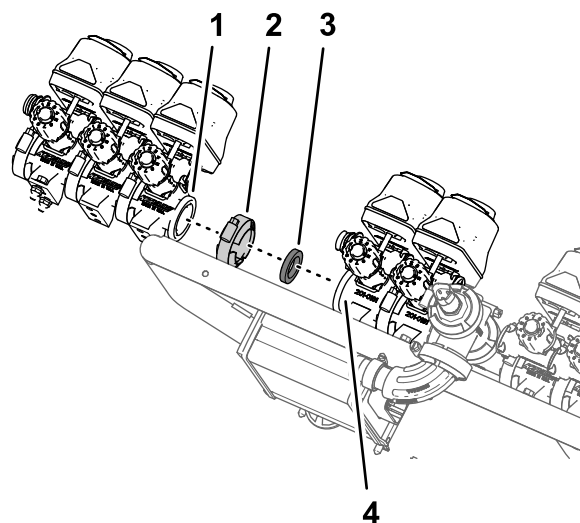

Рисунок 105
1. Установите 3 клапана секций (Рисунок 105), снятых при выполнении пункта 8 в разделе Демонтаж клапанов секций с крепления коллектора (страница 37), на фланец клапана 7 узла клапана опрыскивателя с помощью фланцевого хомута и прокладки, снятых при выполнении пункта 4 в разделе Демонтаж клапанов секций с крепления коллектора (страница 37).